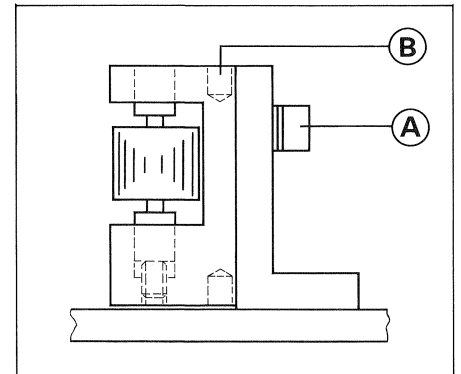
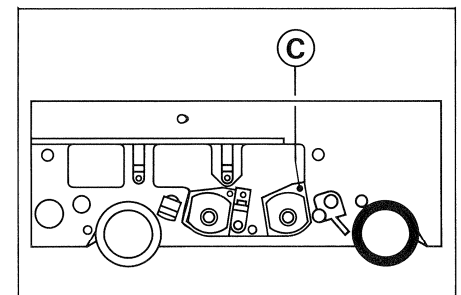

Fig. 5.6
Fig. 5.7
- Kopfträger demontieren und Zwischenberuhigungsrolle (Fig. 5.6) entfernen
- Tonfrequenzmillivoltmeter an Leitungsausgang (16) (CH I) anschliessen
- Festhalteschraube (A) (Fig. 5.6) der Zwischenberuhigungsrolle lösen
- Zwischenberuhigungsrolle taumeln (mit einem feinen Schraubendreher oder Rundstäbchen in Loch (B) Fig.5.6) bis das gleiche Pegelmaximum erreicht wird wie bei der Azimuteinstellung
- Festhalteschraube (A) sorgfältig festziehen.
- Kopfträger demontieren und Zwischenberuhigungsrolle ( Fig.5.6) ausbauen
- Tonfrequenzmillivoltmeter an Leitungsausgang CH I (16) oder CH II (36) anschliessen
- Mit dem entsprechenden Regler CH I (2) /CH II (22) (Einschübe REPROD AMP) auf identische Ausgangspegel einstellen (Vorabgleich = 0,5 dB)
- Remove head block assembly and intermediate stabilizer roller (Fig. 5.6)
- Connect audio-frequency millivoltmeter to line output (16) (CH I)
- Loosen setscrew (A) (Fig. 5.6) of intermediate stabilizer roller
- Wobble intermediate stabilizer roller (with small screw driver or round pin in hole (B) (Fig. 5.6) until the same maximum level is reached as with azimuth adjustment setting
- Carefully retighten setscrew (A).
- Remove headblock assembly and intermediate stabilizer roller ( Fig.5.6)
- Connect audio-frequency millivoltmeter to line output CH 1 (16) or CH II (36)
- Adjust CH I (2)/CH II (22) (plug-in modules REPROD AMP) for identical output levels (pre-equalization = 0.5 dB) at corresponding control.
- Adjust reproducing head for maximum level by turning azimuth adjustment screw (C) (Fig. 5.7).
Festhalteschraube (A) lösen und die Rolle derart taumeln, dass derselbe Phasenwert wie unter den Punkten A, B, C oder D eingestellt, erreicht wird (Fig. 5.6).
- Wobble intermediate stabilizer roller: loosen set screw (A) and wobble intermediate roller until the value set in steps A, B, C, or D is reached (fig. 5.6). Retighten set screw and check that phase value has not changed